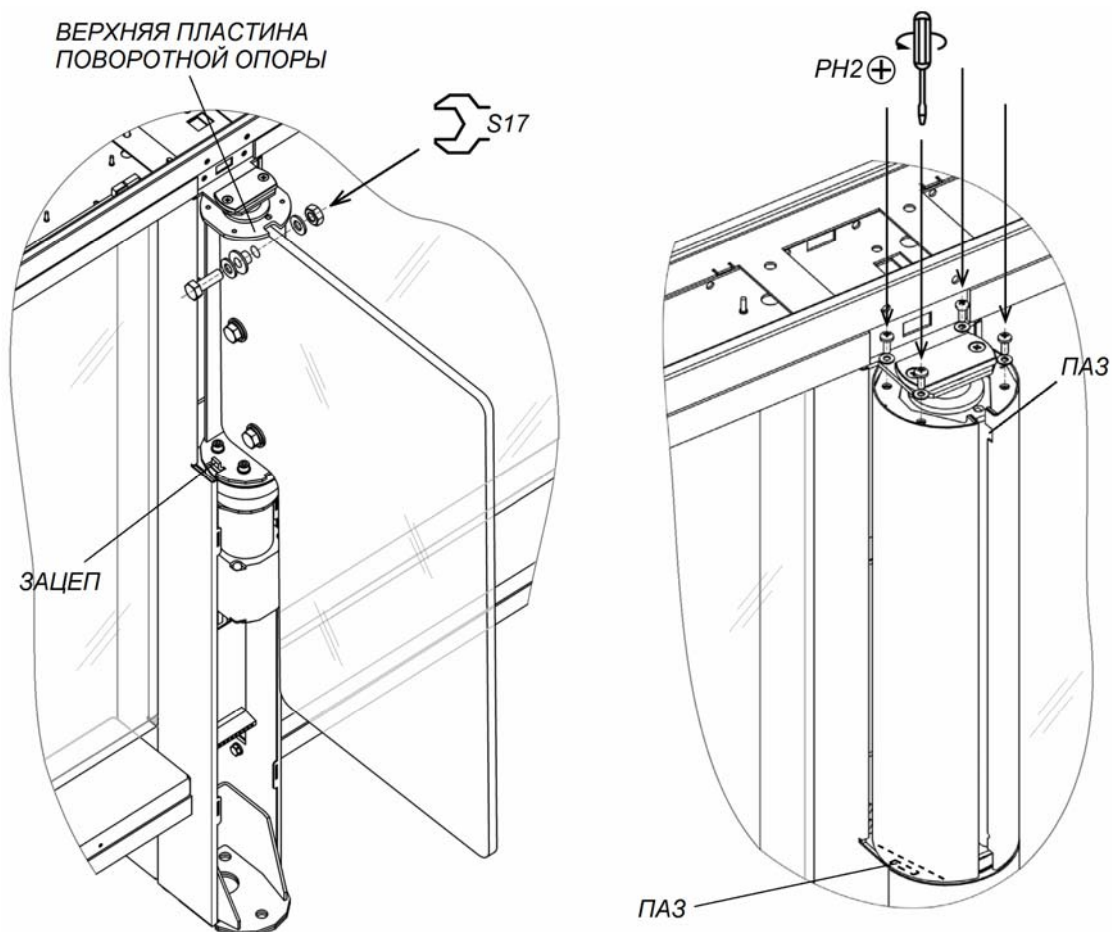

Рисунок 20. Створка и кожух створки
22. Распакуйте стеклянные створки (1) и произведите их монтаж (рис. 20, разд. 8.9.3).
23. Установите кожухи створок (4) из комплекта принадлежностей (рис. 20, разд. 8.9.4).
Снятие или установку створки производите вдвоем. Створка к поворотной опоре крепится в трех местах при помощи болтов М10×30, шайб 10, втулок пластиковых и гаек М10 (см. рис. 20). Используйте рожковые ключи S17.
2. Смонтируйте одну из частей кожуха на поворотную опору створки. Для этого оденьте кожух на верхнюю пластину поворотной опоры через пазы в верхней части кожуха, после чего сдвиньте кожух вниз до конца, введя нижний паз кожуха в зацеп, расположенный в нижней части поворотной опоры (см. рис. 20).